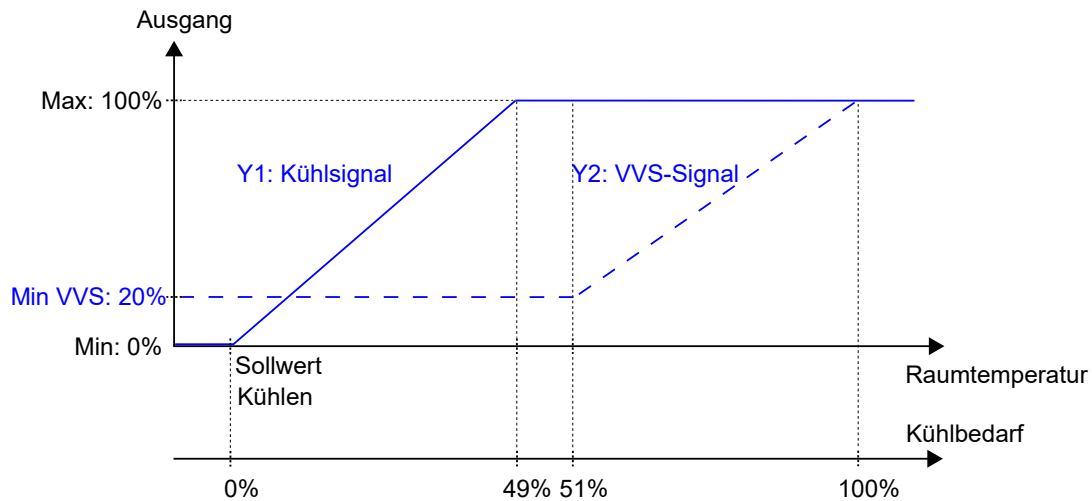

Bild 2-11 Regelverhalten im Modus Kühlen + VVS, wenn der Regler auf Basis des Kühlbedarfs regelt.
*Bild 2-11* zeigt das Regelverhalten, wenn der Regler nach dem Kühlbedarf regelt, wenn für das Kühlausgangssignal keine Ober- oder Untergrenze und für das VVS-Ausgangssignal eine Untergrenze eingestellt ist.